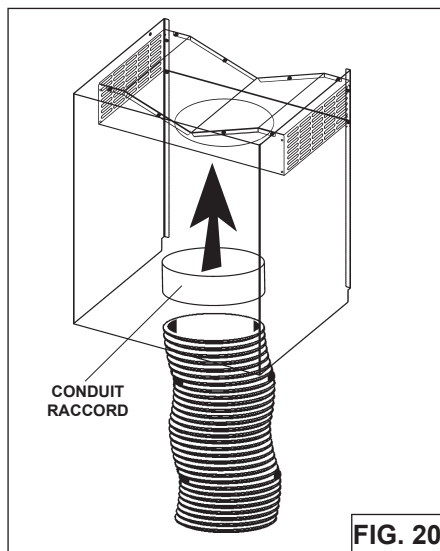

FIG. 20
- Fixez la canalisation extensible de 15 cm (6 po) au collecteur et collez le joint avec de l'adhésif pour canalisation en aluminium (Fig.20).